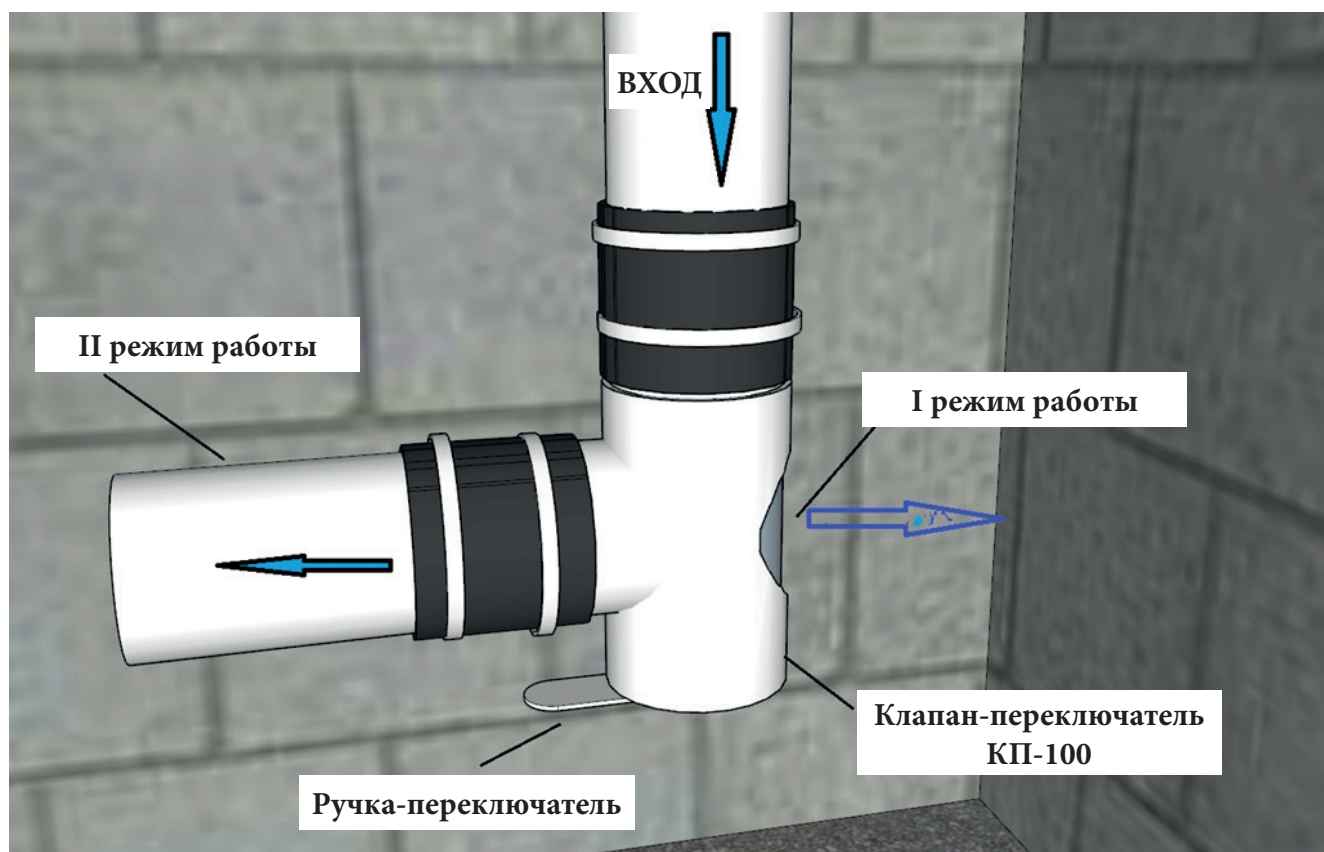

Рис.15 Установка клапана
12. Повернуть ручку клапана переключателя рис.15 до упора в положение – II.